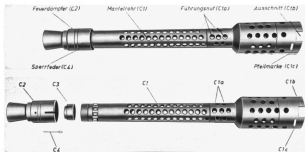

Abb. 9: Mantel (C) mit Einzelteilen
C. Mantel (C)
Zum Mantel (C) gehören folgende Einzelteile (Abb. 9):